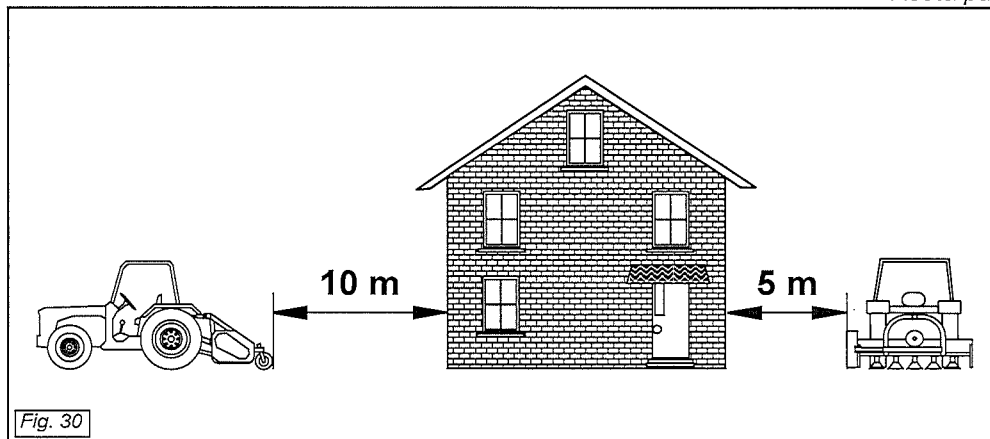

Fig. 30
- Respektera säkerhetsavstånden (fig. 30) vid arbete i närheten av hus eller vägar. 5 meter på sidorna. 10 meter på baksidan.
- Når der arbejdes i nærheden af boligområder eller veje, skal sikkerhedsafstandene overholdes (Fig. 30): 5 meter til siden, 10 meter fra bagenden.